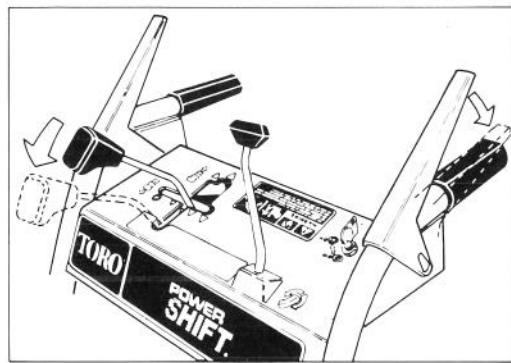

Abbildung 14
2. Um die Räder in die Vorderstellung oder Rückwärtsstellung zu bringen, die Schaltstange komplett nach vorn in die Power Shift-Stellung bringen und halten (Abb. 14).
3. Den Antriebshebel voll einrasten, um die Räder in die Power Shift-Stellung zu bringen (Abb. 14 und 15).